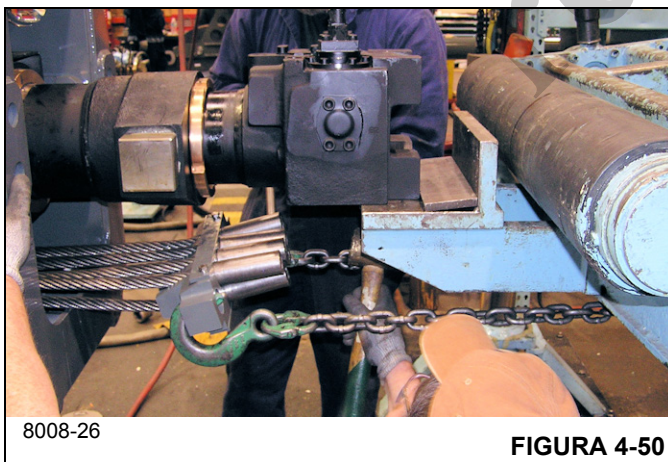

FIGURA 4-50
80. Fije ganchos y cadenas a los agujeros en la placa de anclaje (73) y tire de la placa de anclaje hasta que los seis cables de extensión de la sección telescópica 3 (150) se asienten en la placa de anclaje (vea la Figura 4-50).
**NOTA:** Todas las secciones de la pluma pueden extenderse levemente cuando se tira de los cables de extensión de la sección telescópica 3 (150).